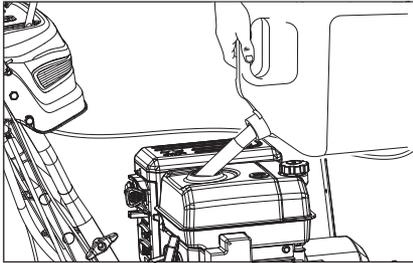

Figure 16
2. Ajoutez du carburant jusqu'à la limite inférieure du niveau de carburant dans le col du réservoir. Ne faites pas déborder le réservoir. Essayez le carburant renversé avant de démarrer la souffleur à neige. (Fig. 16).